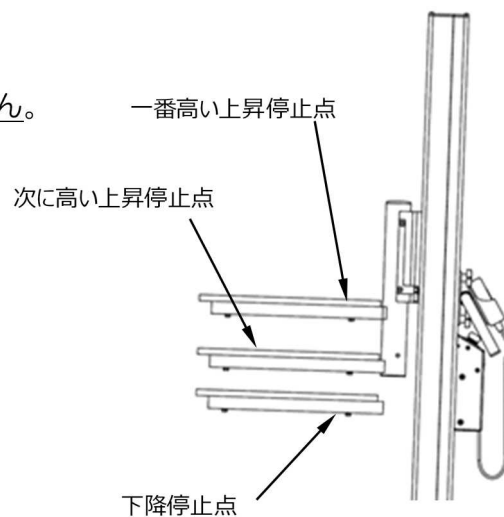

図1
- 上昇停止点登録の一番高い位置の削除を行う場合は、次の高さ登録が上昇停止登録であること。(図1)